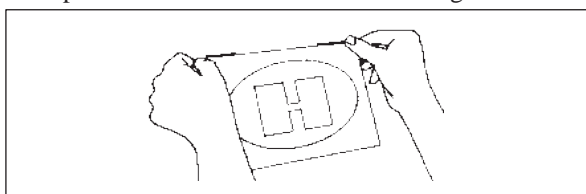

Fig. 23
1. Rimuovere il liner, quindi posizionare la pellicola sulla superficie d'applicazione ponendo gli angoli superiori sui crocini di riferimento. Fig 23